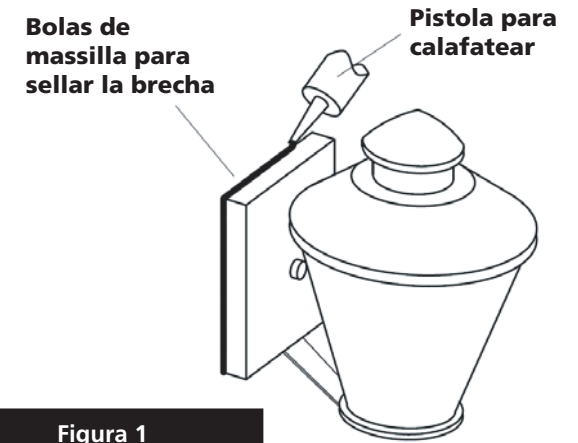

Figura 1
1. Conecte el cable de alimentación positiva (A) (normalmente negro o la cara lisa, sin marcas del cable de dos conductores) de plomo accesorio positivo (B) con un giro de tamaño adecuado en el conector – **Véase la Figura 1 y 2**.
2. Conecte el cable de alimentación negativa (C) (por lo general de color blanco o el lado marcado estriado del cable de dos conductores) de plomo accesorio negativo (D).
Para conectar a tierra en un sistema eléctrico de 3 hilos, fije el cable de tierra del artefacto (E) (generalmente de cobre o verde recubierto de plástico) a la brida de montaje accesorio (M) con el tornillo de tierra (S) – **Véase la Figura 1**.